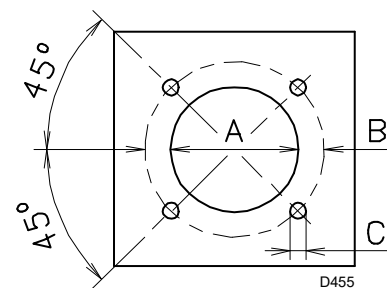

Fig. 11
Forare la piastra di chiusura della camera di combustione come in Fig. 11 (Tab. I) La posizione dei fori filettati può essere tracciata utilizzando lo schermo termico a corredo del bruciatore.
- Infilare tutto il bruciatore sul foro caldaia, precedentemente predisposto (Fig. 11), e fissare con le viti date a corredo.